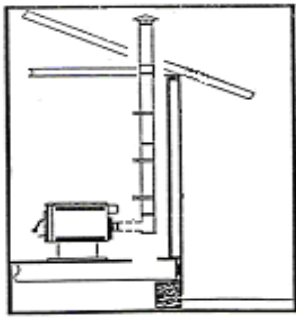

Figure 14
(figures 14, 15, 16, 17 & 18)
1. **Vertical, à travers le plafond**, par l'intermédiaire d'une autre salle ou l'espace, ou grenier, puis à travers le toit se terminant avec un capuchon anti-pluie. Figure 14